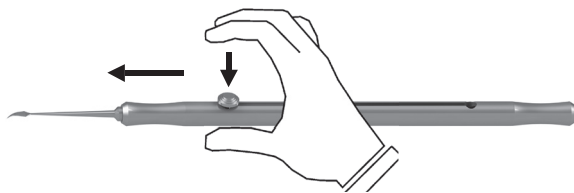

Abb. 2
- Fahren Sie das gewünschte Instrumententeil aus indem Sie den Knopf am Schieber gedrückt halten und in die jeweilige Richtung (links oder rechts) bis zum Einrasten schieben. Achtung: Es kann immer nur die linke oder die rechte Seite ausgefahren werden (Abb. 2).